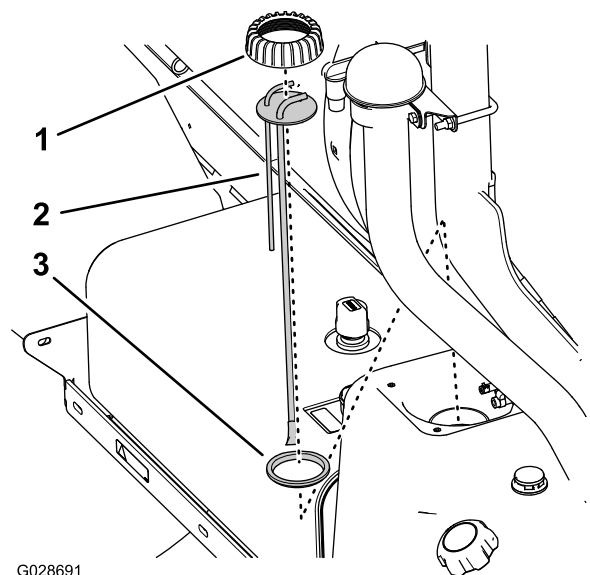

Bild 79
- Drehen Sie den Kraftstoff-Steigrohr- bzw. Senderring nach links und nehmen Sie den Ring ab (Bild 79).
- Heben Sie das Kraftstoff-Steigrohr bzw. den Sender aus dem Kraftstofftank heraus (Bild 79).
- Setzen Sie den Steigrohrring auf das Steigrohr und das Steigrohr auf die Dichtung (Bild 79).
- Fluchten Sie die Kappe, das Steigrohr und die Dichtung mit dem Tank aus und setzen Sie das neue Steigrohr vorsichtig in den Kraftstofftank ein (Bild 79).
- Schrauben Sie den Deckel auf den Füllstutzen des Kraftstofftanks und ziehen Sie den Deckel mit der Hand fest (Bild 79).